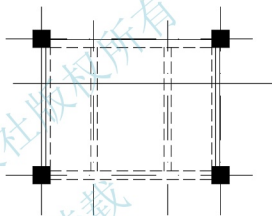

图 5.53 向内偏移外墙
(1) 将【钢筋】图层设置为当前层。
(2) 启动【偏移】命令将⑩和⑪轴线外墙的外侧墙线分别向内偏移 120mm, 然后绘制一条水平辅助线, 结果如图 5.53 所示。